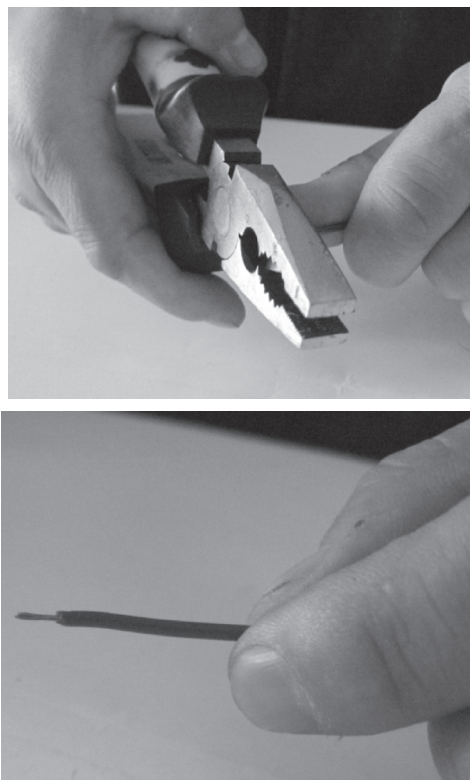

图 3-4 拨开电线外皮
1) 线头剥线,线头一般应留  $3 \sim 5\text{mm}$  长,如图 3-4 所示。